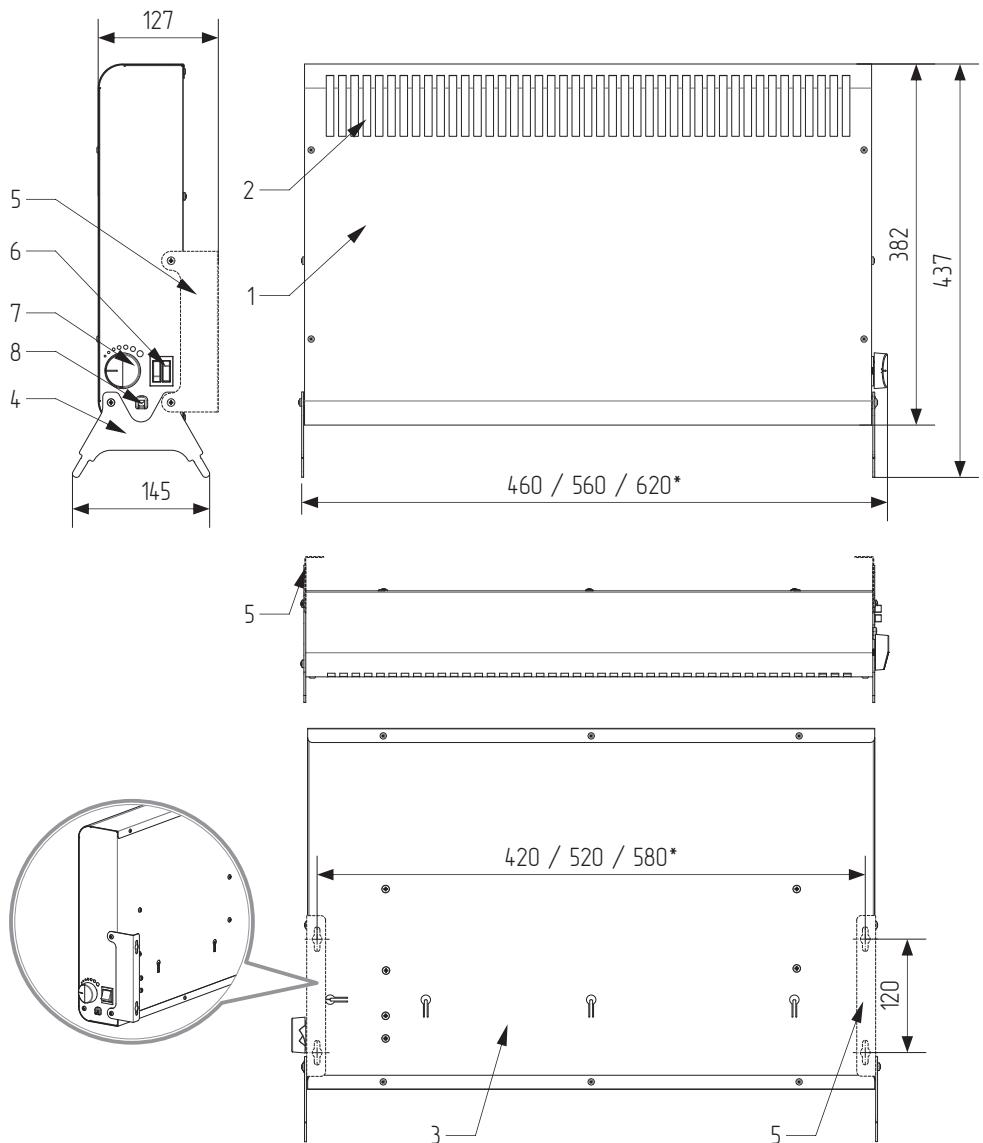

Рисунок 1. Габаритный чертёж и элементы конструкции электрического обогревателя.
5.1. Конвектор (см. рис. 1) представляет собой металлический корпус, состоящий из передней панели (1) и задней панели (3), внутри которого на шасси расположен электронагревательный элемент (на чертеже не показан). На корпус устанавливаются опоры (4) или настенные кронштейны (5). На боковой поверхности корпуса расположены рокерные переключатели (клавищные выключатели) с подсветкой (6) (один переключатель для исполнения POWER 1000M SE) и ручка терmostата (7).
- 6.3. Для монтажа конвектора на стене следует установить кронштейны на корпус конвектора (см. рис.1).
- 6.4. На стене с помощью уровня и рулетки (линейки) следует разметить отверстия. Межцентровые расстояния посадочных отверстий указаны на чертеже (см. рис.1).